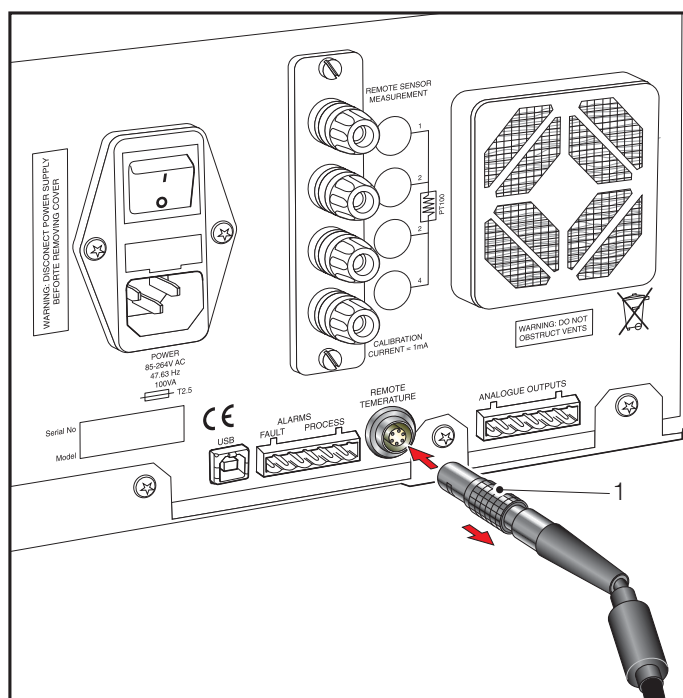

Рис. 10 Подключение дистанционного ПТС
1. Поворачивайте разъем датчика ПТС, пока он не войдет в гнездо с меткой **REMOTE TEMPERATURE** (ДИСТАНЦИОННЫЙ ДАТЧИК ТЕМПЕРАТУРЫ) (см. рис. 10).
3. Чтобы отсоединить разъем, сдвиньте муфту на корпусе разъема (1) назад вдоль своей оси в направлении от прибора, чтобы открыть замок, а затем аккуратно извлеките корпус разъема из гнезда. **Не пытайтесь тянуть за кабель, сначала необходимо освободить муфту.**